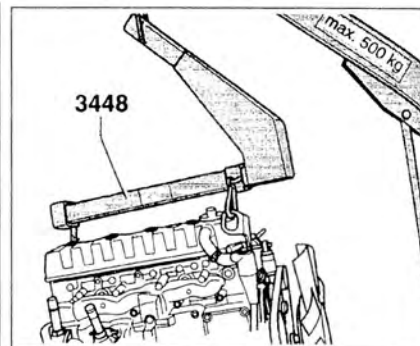

Рис. 4.12. Присоедините подъемник 3448 к проушинам двигателя.
28. Присоедините подъемник 3448 к проушинам двигателя (рис. 4.12).